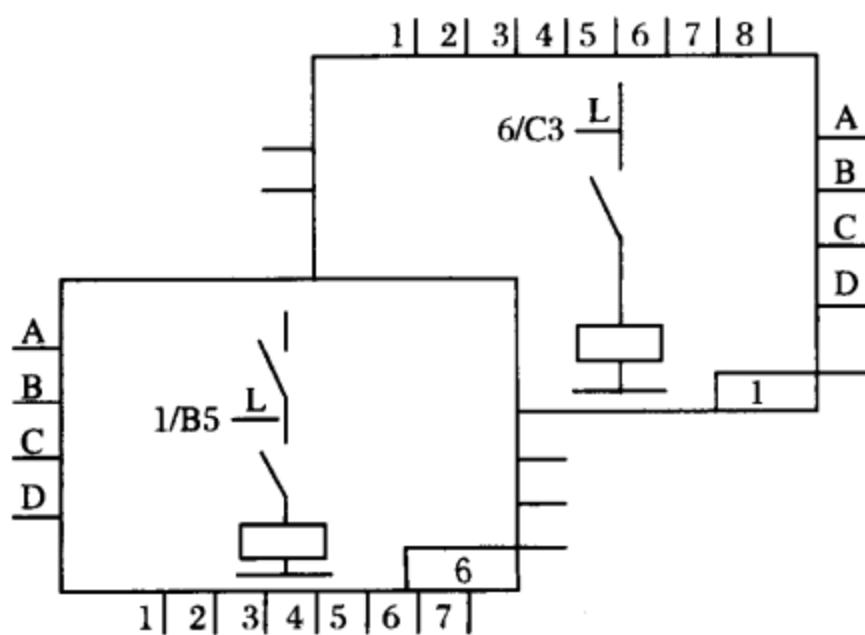

图 1-7 不同图面上连接的中断表示
③在某些情况下，一条图线需要连接到另外的图上去，则应采用中断线表示。如图 1-7 所示